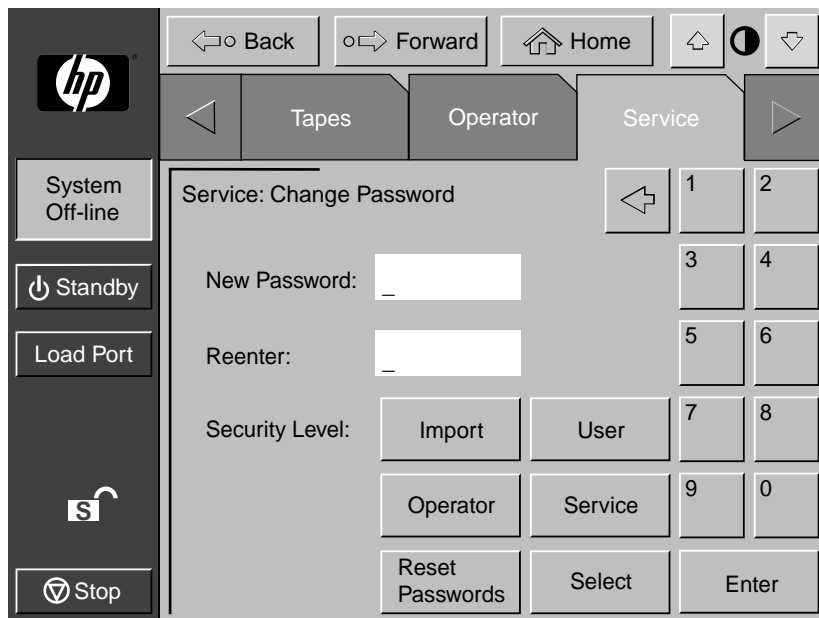

図3-6: [Change Password]画面
1. 鍵のアイコンを押します。[Password]画面が表示されます ( 図3-6を参照 )。